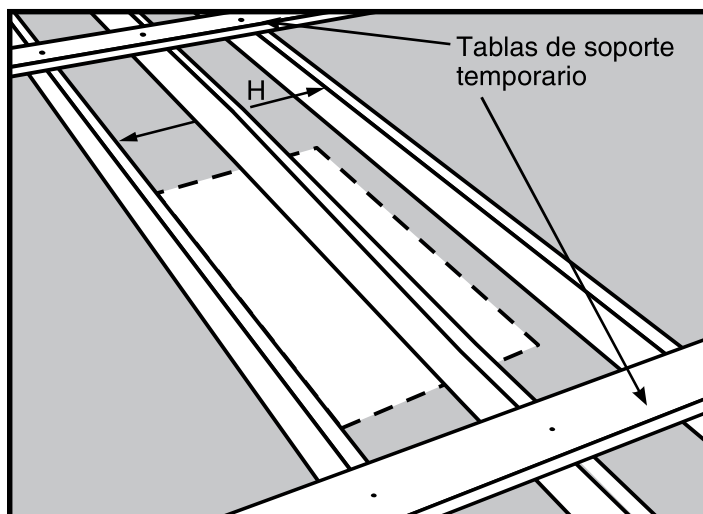

Figura 14
- PASO 1.** Mida la longitud “H” del cabecero entre las vigas no cortadas (vea la Figura 14).